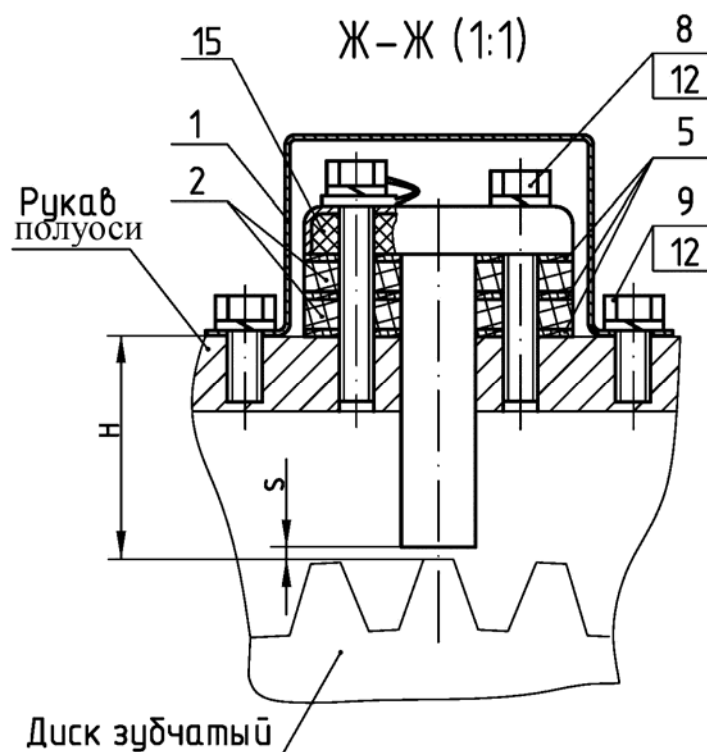

Рис.11.22 Установка и регулировка датчика скорости.
- 3) снимите кожух защитный (1), (рисунок 11.22), отвернув болты крепления (9);
- 4) отверните болты крепления (8), (рисунок 11.22), датчика скорости (15);
- 5) демонтируйте неисправный датчик и установите новый, выдержав необходимый зазор «S», (рисунок 11.22), для чего выполните следующее:
а) установите диск зубчатый зубом по оси, (рисунок 11.22), и замерьте штангенциркулем размер «Н» (от поверхности, на которой установлен датчик до торца зуба шестерни);
б) по таблице 11.1 выберите требуемое количество регулировочных прокладок (5), (рисунок 11.22);
в) установите болты крепления (8), (рисунок 11.22), с использованием шайб (12) на герметик, предварительно установив провод «массы» датчика под любой из болтов (8), и заверните крутящим моментом 10...15 Н·м;
б) установите кожух защитный (1), (рисунок 11.22), и закрепите болтами (9), с использованием шайб (12), завернув их крутящим моментом 18...25 Н·м;